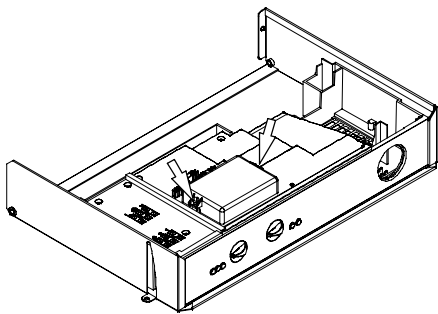

fig. 5.21
- Togliere le due viti indicate in fig. 5.21 e aprire il coperchio della morsettiera collegamento **sonda esterna**.